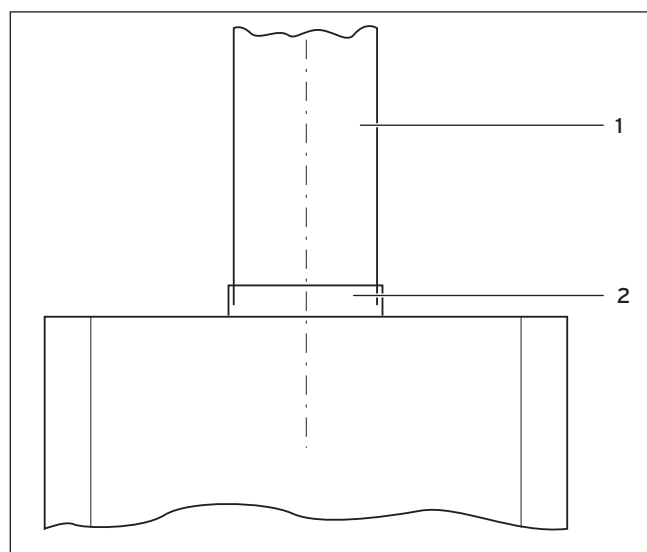

Fig. 4.1 Conexión al sistema de evacuación de gases
- dejar abierto el grifo de agua, y apagar y volver a encender el aparato pulsando dos veces el interruptor principal (10).
- Coloque el conducto de evacuación (1) de la conexión del conducto de evacuación (2) en el cortatiro, véase fig. 4.1.